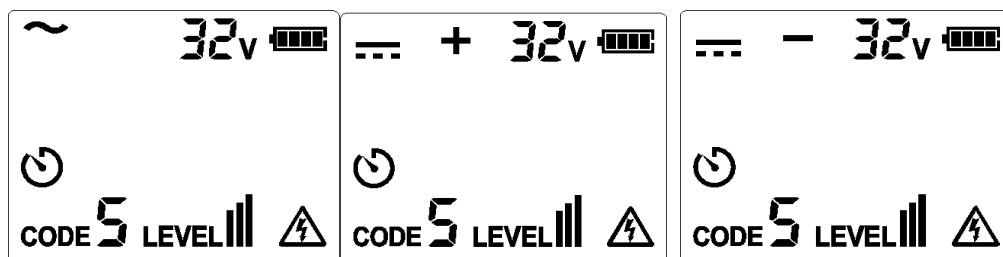

Figura 7.1.2a Tensione superiore a 30 V
2. Verificare che il collegamento dei puntali sia corretto. Per i circuiti con tensione superiore a 30 V CA/CC, si accende il simbolo di avvertimento. Come mostrato nella Figura 7.1.2a.